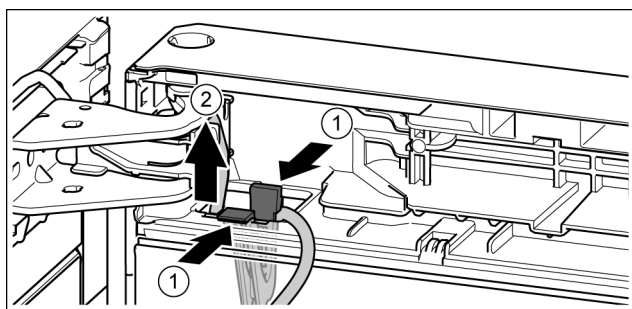

Fig. 20
- ▶ Nacisnąć nakładkę. Fig. 20 (1)
- ▶ Uchwyt kabla wyjąć wraz z zamocowanym kablem. Fig. 20 (2)